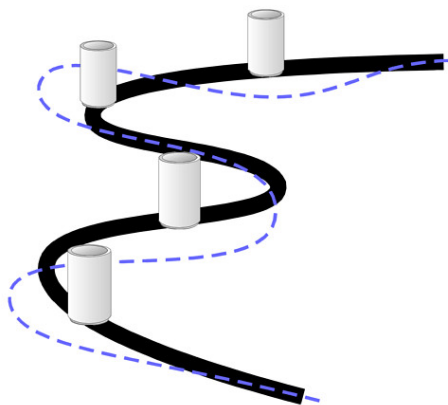

Рисунок 3. Возможный вид трассы и вариант правильного пути робота.
1. Возможный вид трассы представлен на рис. 3.